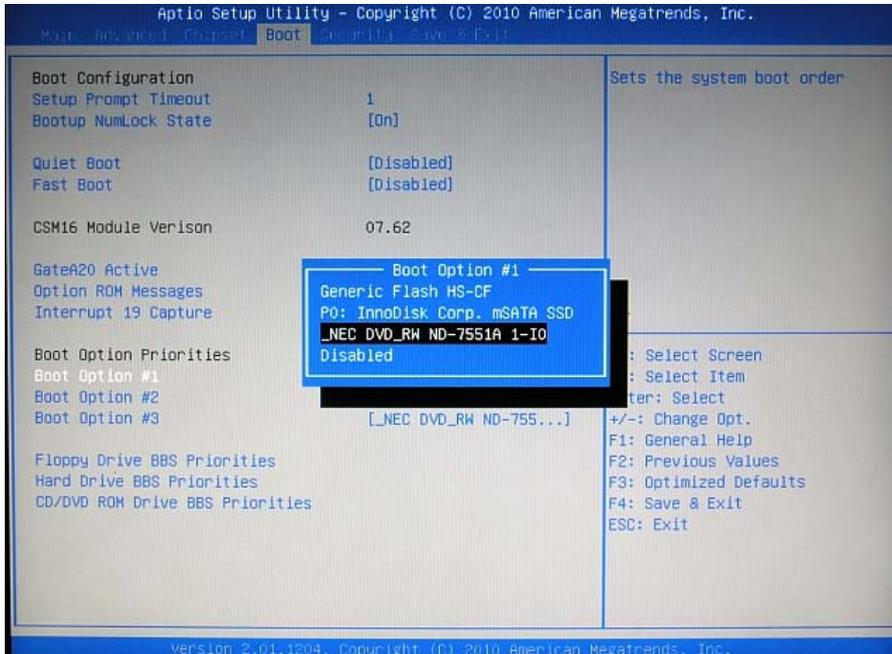

図 6-1-2. Bootデバイスの選択
- ⑦ [Boot Option #1]を選択し、[Enter]キーを押します。(図 6-1-2)
- ⑧ 接続したUSB-DVD ドライブを選択し、[Enter]キーを押します。